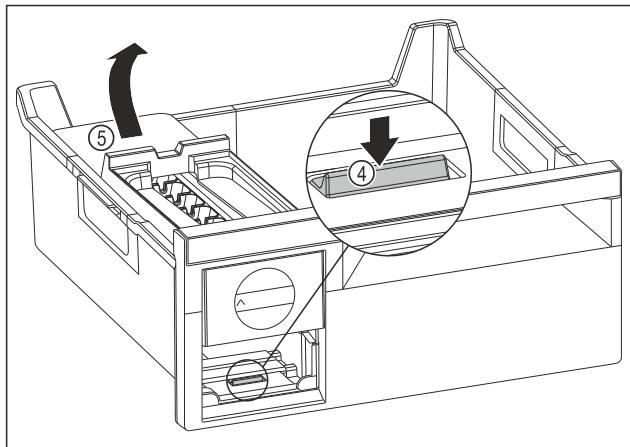

Fig. 145
- Вийняти корпус EasyTwist-Ice: натиснути накладку Fig. 145 (4) пальцем вниз і одночасно підняти корпус EasyTwist-Ice Fig. 145 (5) ззаду іншою рукою.